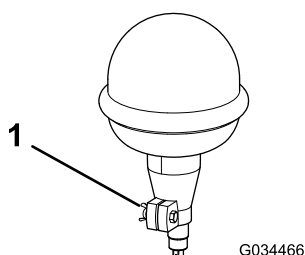

Figura 5
4. Allentare il dado ad alette sulla lampada di segnalazione (Figura 5).